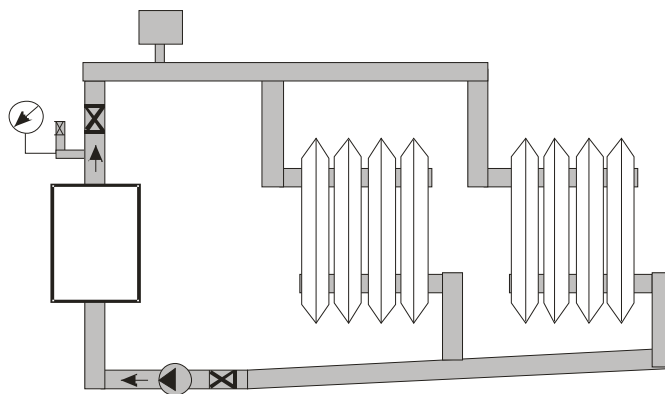

Рис. 5.
**Внимание!** При эксплуатации прибора запрещается полностью или частично перекрывать шаровые вентили на входе и выходе из котла (см. рис. 5).
Трубы системы отопления должны быть расположены так, чтобы способствовать естественной циркуляции теплоносителя. При этом максимальный уровень теплоносителя не должен превышать 30 метров от уровня прибора (рабочее давление в котле не выше 0,3 МПа). Для приборов ЭПН-01-ХХ с патрубками G3/4" в системе отопления необходимо использовать циркуляционный насос, установленный на входе в прибор (рис. 5). При этом мощность насоса, подключенного к клеммнику прибора (см. п. 4.1.), не должна превышать 0,5 кВт. Приборы ЭПН-01-ХХ с патрубками G11/4" могут использоваться без циркуляционного насоса в отопительной системе.
6.1.7. На входе и выходе прибора устанавливаются шаровые вентили G 3/4 " (рис. 5), применяемые при демонтаже, ремонте и техническом обслуживании прибора.